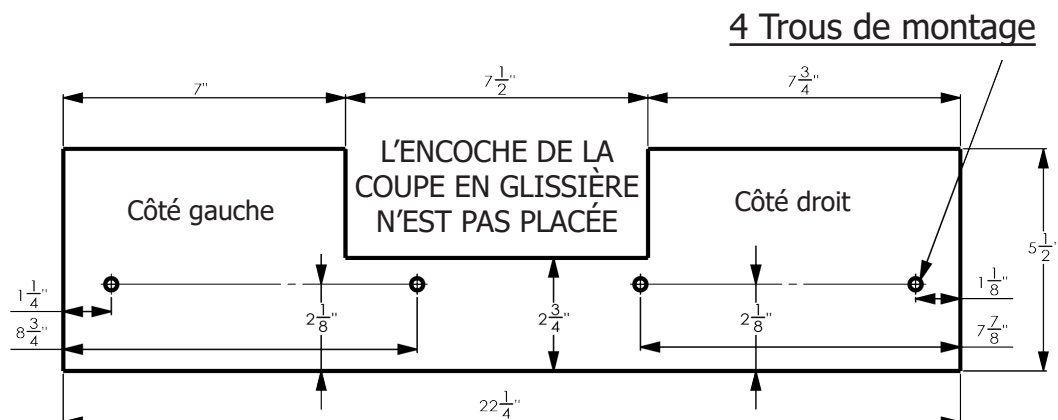

Figure 26
1. Voir la figure 26 pour les dimensions du guide auxiliaire.
7. L'entaille illustrée dans la figure 26 doit être découpée afin de pouvoir effectuer des coupes en glissière en utilisant le guide auxiliaire.